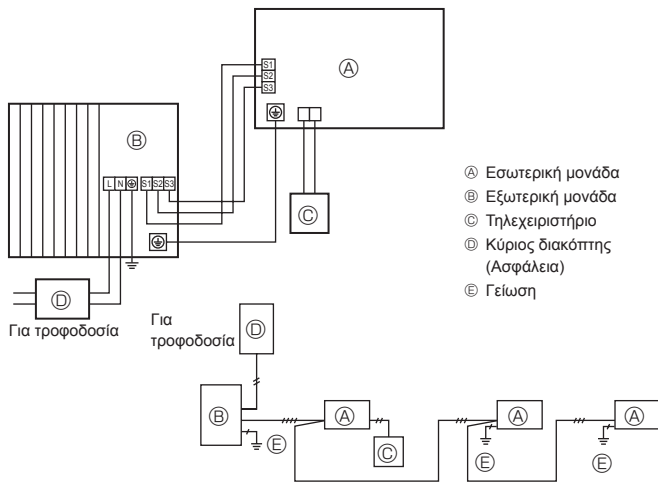
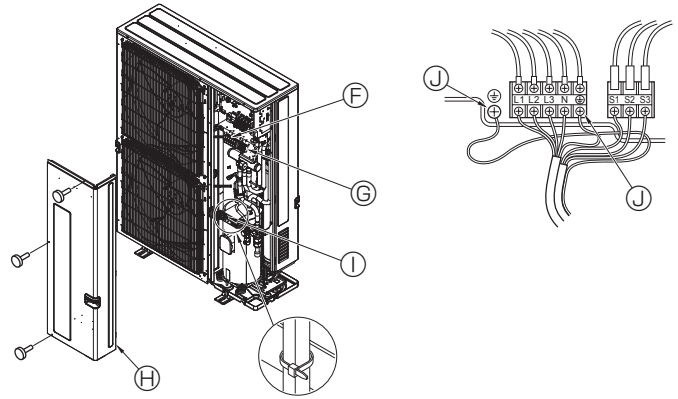

Fig. 6-1
Fig. 6-2
### 6.1. Εξωτερική μονάδα (Fig. 6-1, Fig. 6-2)
- ① Αφαιρέστε το πλαίσιο συντήρησης.
- ② Συνδέστε τα καλώδια που αναφέρονται στην Fig. 6-1 και στην Fig. 6-2.